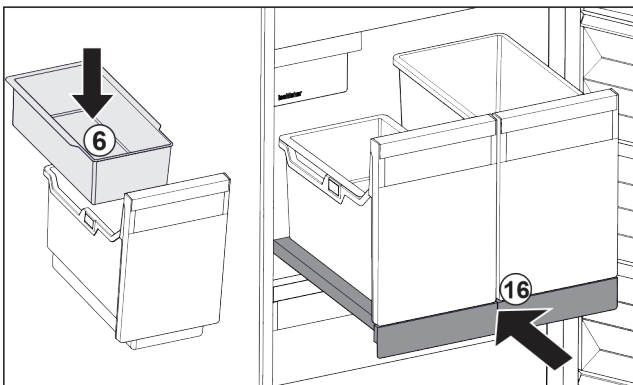

Fig. 130
- ▶ Вставити підвісний лоток Fig. 130 (6) для кубиків льоду.
- ▶ Вставити витяжну панель з резервуаром (IceTower). Fig. 130 (16)